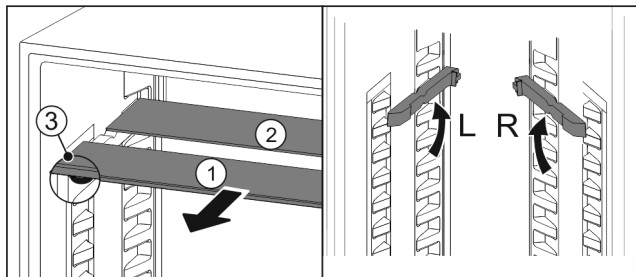

Fig. 100
- Izvucite Fig. 100 (1) staklene ploče jednu po jednu prema naprijed.
- Staklena ploča Fig. 100 (1) s ukrasnom letvicom nalazi se sprijeda.
- Zaustavljači Fig. 100 (3) su usmjereni prema dolje.